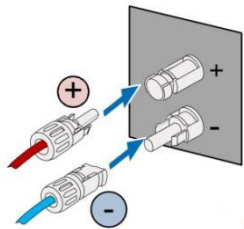

图 5.5 光伏直流组串接入逆变器
(1) 将已经接好光伏组串的正极和负极连接器接入逆变器直流接口的对应位置，确认紧固连接，如图 5.5 所示；
(2) 将直流连接器从逆变器拆卸时，用 “—” 字螺丝刀尖头部位插入连接器中部凸起的孔中，用力将连接器活动端退出即可。